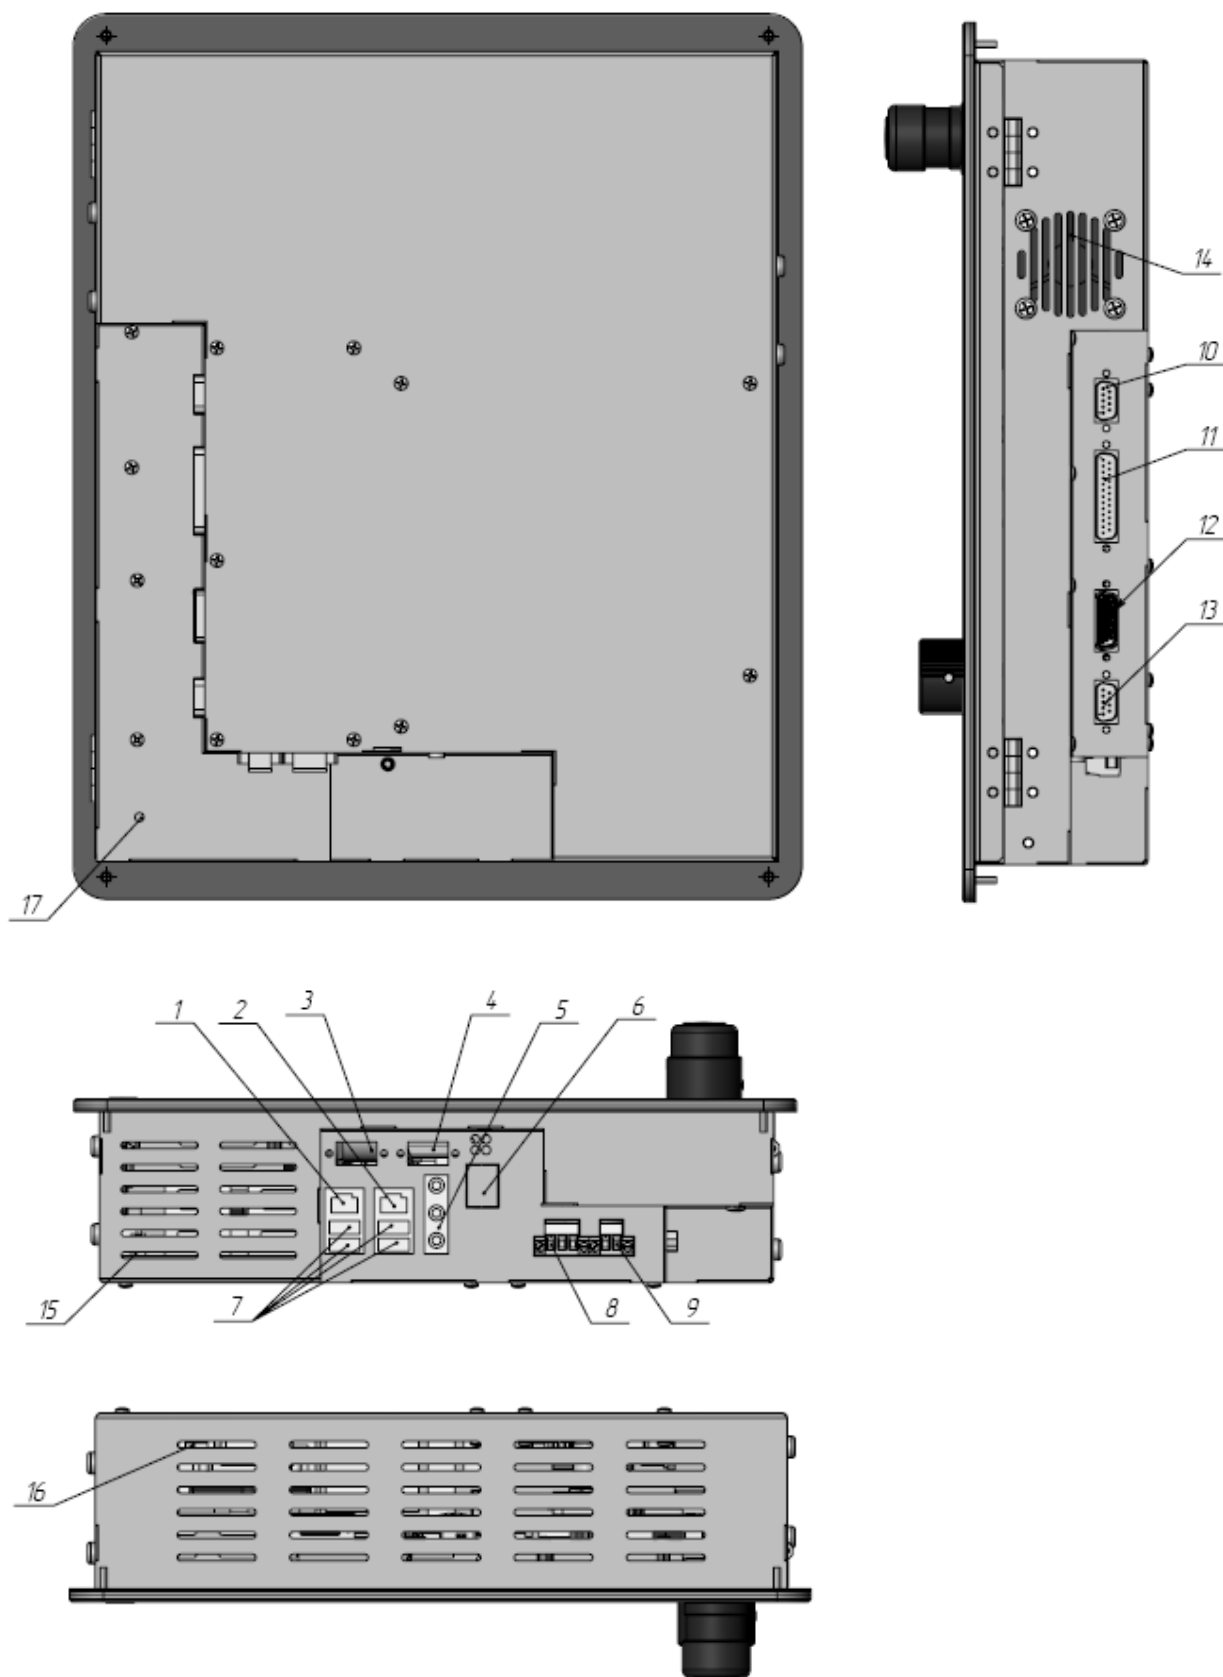

Рис. 10. Элементы конструкции СК2000.
Кроме передней панели, разъемы для подключения внешних устройств расположены на двух боковых сторонах устройства (Рис. 10).
Элементы конструкция СК2000 описана в Табл. 9 в соответствие с Рис. 10.
- Выполните монтаж Устройства так, чтобы обеспечить минимальный зазор 30 мм от нижней (15, Рис. 10) и верхней (16, Рис. 10) вентиляционных решеток и решетки вентилятора (14, Рис. 10).
- С помощью провода сечением не меньше 1,5 мм² соедините винт заземления СК2000 (Винт 17, Рис. 10) с винтом заземления шкафа.
Для подключения СЧПУ СервоКон[®] к внешним устройствам используются разъемы, выведенные на боковую и нижнюю панель корпуса (см. Рис. 10).